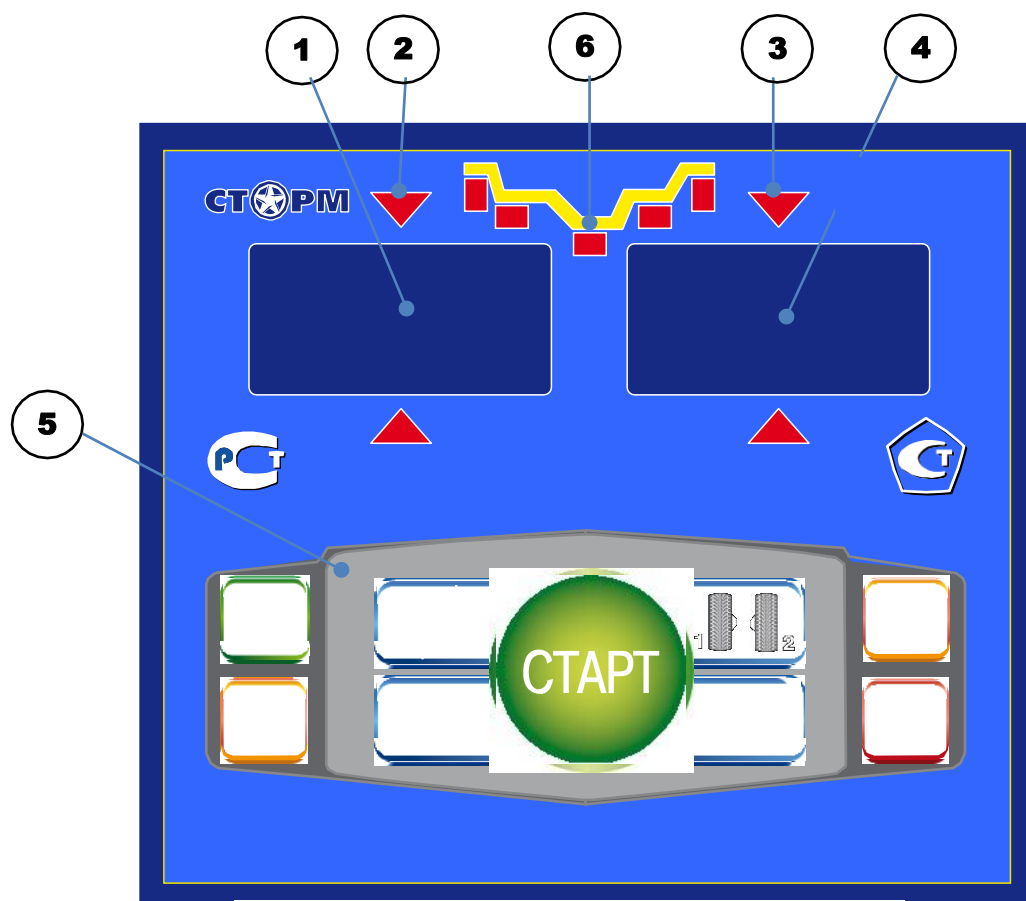

рис.8.1.
8.1. Общий вид лицевой панели показан на рис. 8.1.
При выдвижении штанги на индикаторах 1 (рис. 8.1) отображается значение параметра "А". Значение параметра "d" отображается на индикаторах 4.
Для ввода ширины нажмите кнопку "+" или "-" на индикаторах 1(рис.8.1) высветится "-b-", а на индикаторах 4 значение ширины диска. Через 2-3 сек после установки ширины индикаторы в режим отображения текущего дисбаланса.
Дважды нажать кнопку "A, d, b", после чего на индикаторах 1 (рис.8.1) загорается символ "А", а на индикаторах 4 исходная величина дистанции. Нажимая кнопки "-" и "+" установить на индикаторах 4 требуемую величину дистанции. Через 2-3 сек после установки дистанции показания на индикаторах 1 и 4 возвращаются к отображению текущего дисбаланса, а кнопки "-" и "+" возвращаются в режим ввода ширины обода.
11.1. Переключение схем ALU1-ALU5 осуществляется последовательным нажатием кнопки "ALU" при этом схема установки грузов отображается загоранием соответствующих светодиодов 6 (рис.8.1), кроме того, на индикаторах 1 отображаются символы ALU, а на индикаторах 4 номер 1-5. Через 2-3 сек. после установки требуемой программы ALU индикаторы 1-4 переходят в режим отображения дисбаланса.
Эта функция обеспечивается тем, что каждый раз при вводе новых геометрических параметров и установке требуемой программы ALU, предыдущее состояние запоминается. Для перехода от одного набора параметров к другому необходимо нажать кнопку "1-2". Визуальный контроль того, какие параметры установлены в данный момент, осуществляется нажатием "A, d, b" на индикаторах 4 (рис.8.1) будут последовательно отображены, установленные в данный момент диаметр и ширина обода и дистанция.
14.1. При включении тумблера питания СБ на индикаторах 1 (рис. 8.1) высвечивается трёхзначное число -номер версии программного обеспечения. Через 2-3 сек на индикаторах 1 и 4 должны загореться нули, кроме того должны загореться светодиоды 6, что свидетельствует о включении режима стандартной балансировки с установкой на обеих плоскостях коррекции грузиков на пружинках. На светодиодах 2 и 3 (рис. 8.1) должны загореться оба светодиода.
14.2. При включении СБ программа измерения дисбаланса настраивается таким образом, что дисбаланс менее 8 г (заводская установка) на любой плоскости коррекции не показывается, в этом случае на индикаторах 1 и 4 (рис. 8.1) высвечиваются "0". Минимальный дисбаланс отображающийся на индикаторах 1 и 4 равен 8г. Дисбаланс, превышающий 8г, округляется до величины кратной 5, т. е. дисбаланс 9, 10, 11 и 12 г отображается цифрой 10, дисбаланс 13, 14,15, 16 и 17 г - цифрой 15 и т. д. Для просмотра неокруглённого значения дисбаланса или дисбаланса менее 8г. необходимо нажать кнопку "<", при этом на индикаторах 1 и 4 на 2-3 сек высвечиваются фактические значения дисбаланса, определённые в данном запуске.
14.5.1. Поднимите защитный кожух. Вручную поворачивайте колесо в направлении, которое показывают светодиоды 2 и 3 (рис. 8.1.) до тех пор, пока не загорятся оба светодиода и начнут мигать вместе с значением массы корректирующих грузов.